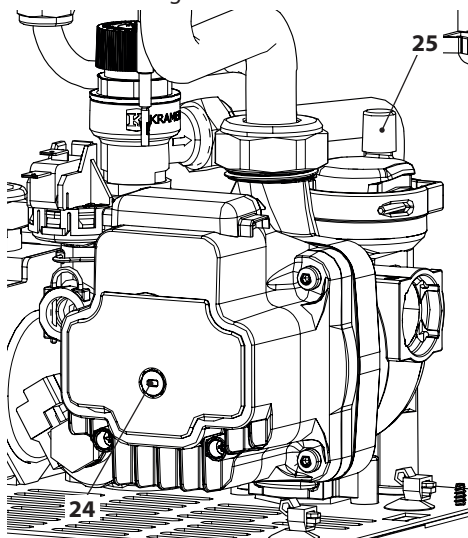

Figura 6.3
- Allentare il tappo della valvola di sfiato automatica 25 in Figura 6.3.
- Togliere il tappo 24 in Figura 6.3 e sbloccare la pompa ruotando il rotore con un cacciavite.